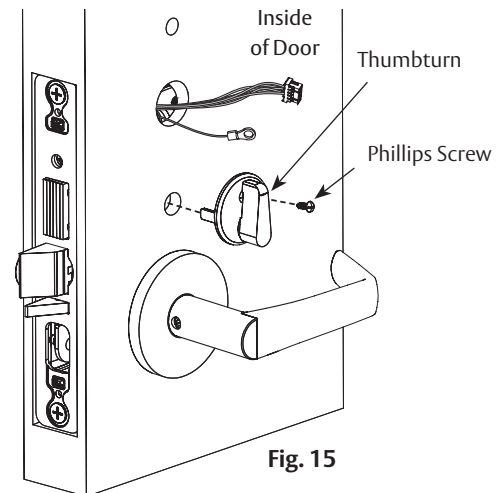

Fig. 15
10. Install thumbturn. (Figure 15)